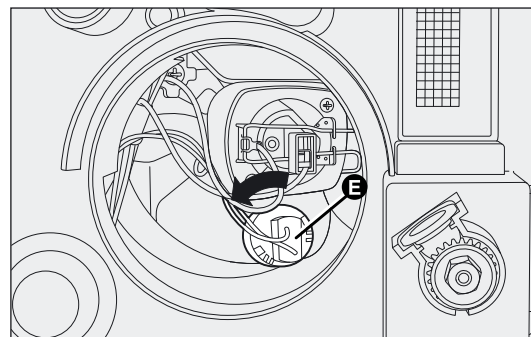

fig. 155
- ☐ draai de lamphouder E-fig. 155 linksom en verwijder hem;